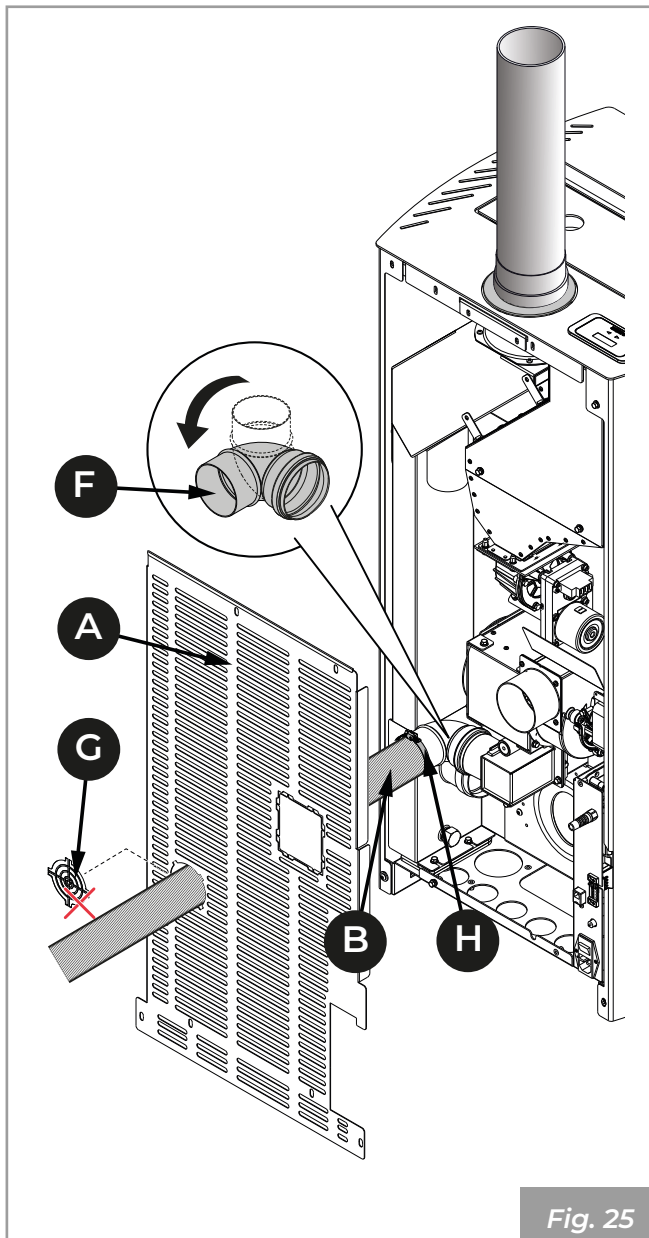

Fig. 25
- Ruotare la curva (F) di 90°.
- Togliere il pretranciato (G) sullo schienale (A) e far passare il tubo flessibile (B) per collegarlo ad una presa d'aria esterna.
- Stringere il tubo (B) con la fascetta metallica (H) precedentemente allentata.
- Rimontare lo schienale (A) (Fig. 25).